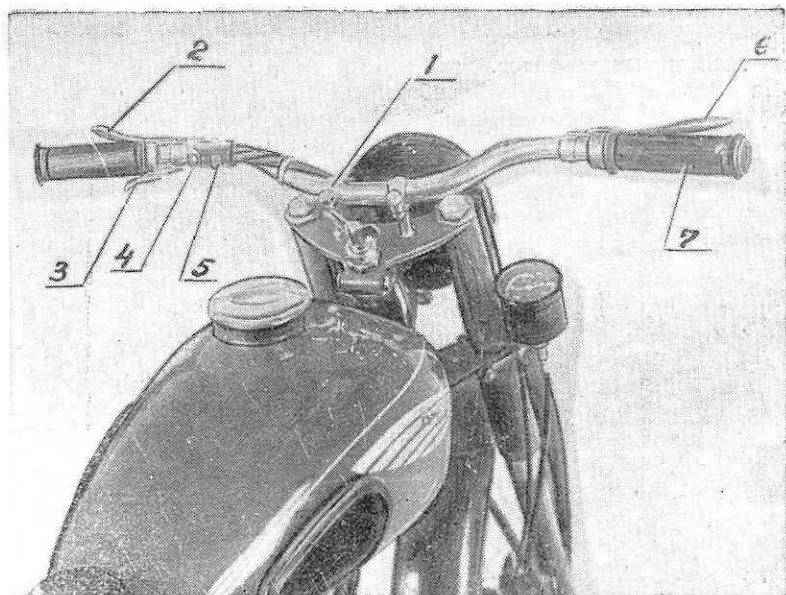

Рис. 20.
На руле (рис. 20) слева расположены: рычаг управления сцеплением (2), рычаг декомпрессора (3), кнопка сигнала (4), переключатель дальнего—ближнего света (5), а справа рычаг переднего тормоза (6), и вращающаяся рукоятка управления дросселем карбюратора (7).